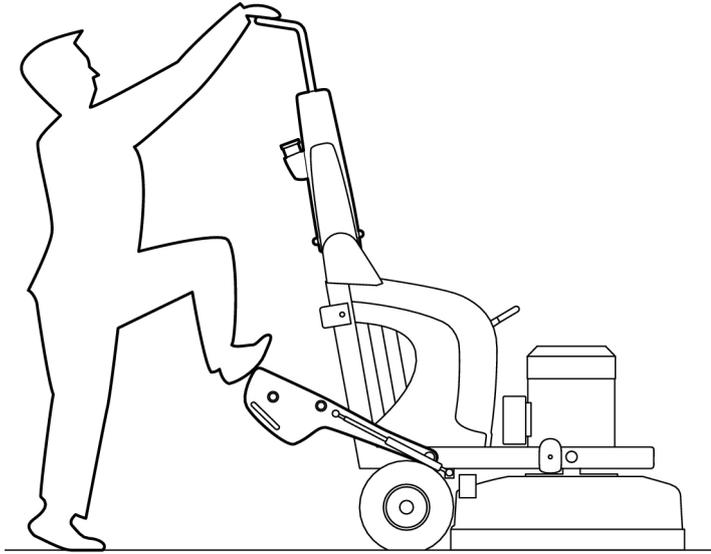

Abbildung 4-9. Fuß am Gewicht
2. Klappen Sie die Gewichte nach hinten und setzen Sie einen Fuß auf eines der Gewichte, siehe Abbildung 4-9, seite 24.